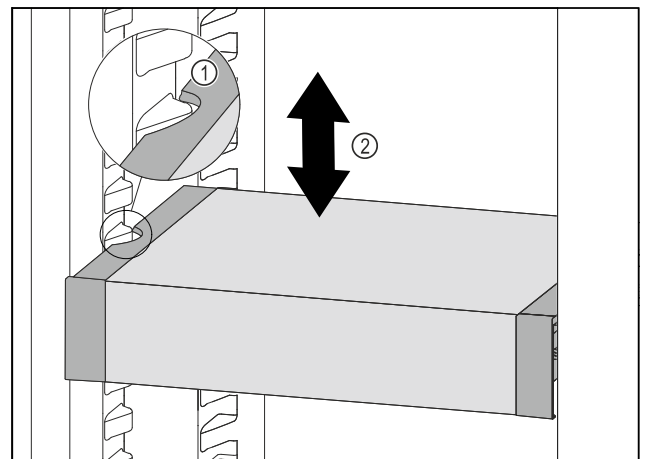

Fig. 103
- VarioSafe w chłodziarce przesunąć w górę lub w dół, aż zostanie osiągnięta żądana wysokość. Fig. 103 (2)